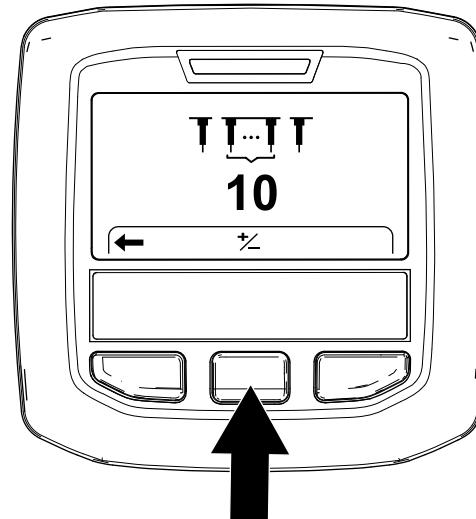

图 61
3. 按右侧 InfoCenter 信息中心按钮直至“设置打孔针数量”屏幕显示 图 61。